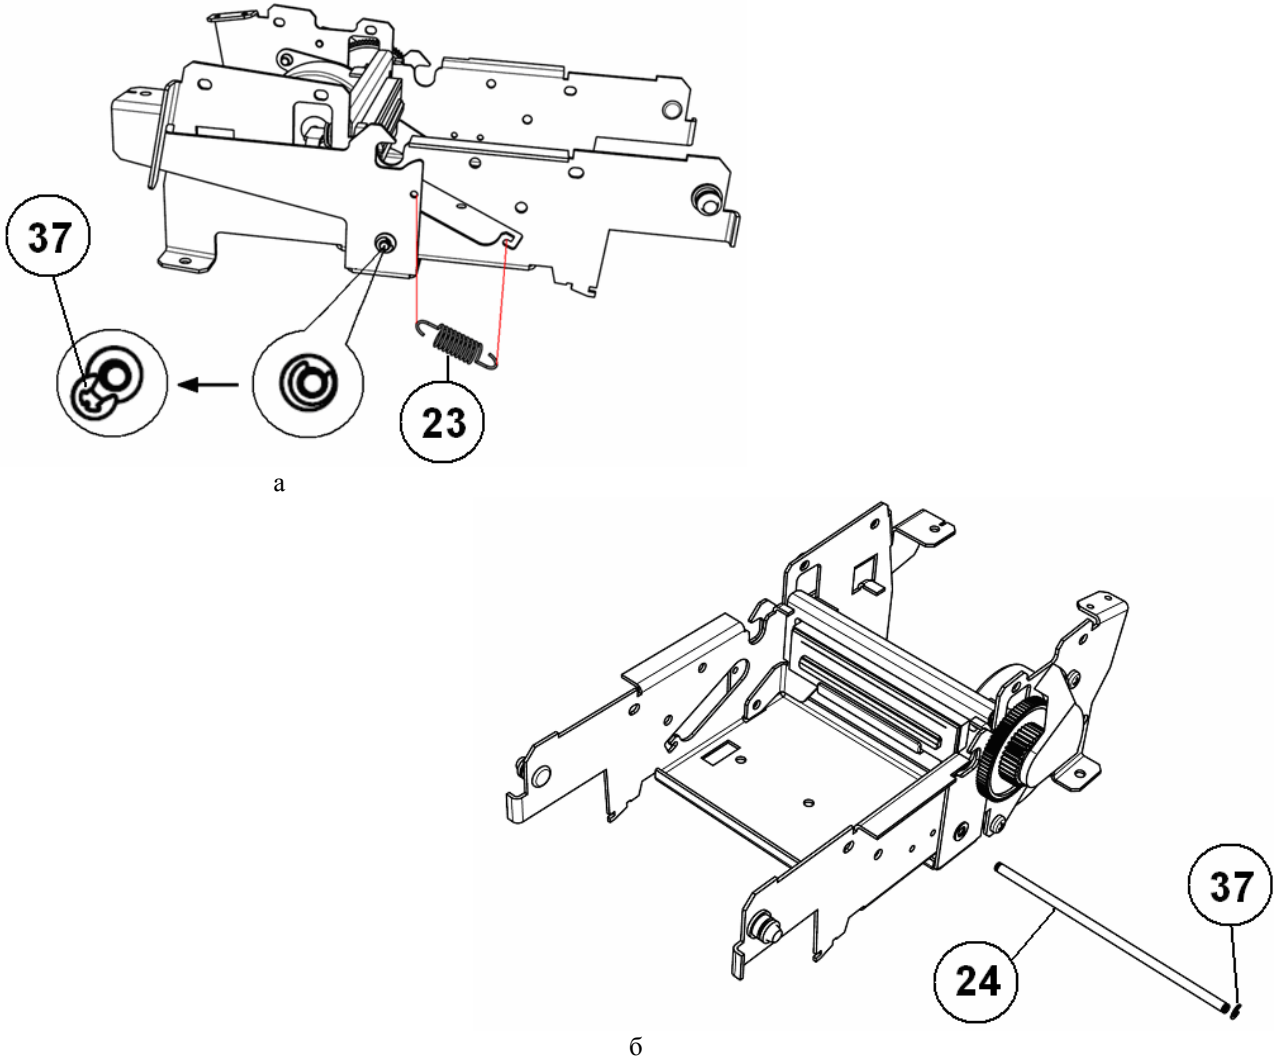

Рисунок 21. – Крепление защелки механизма фиксации/открытия крышки отсека чековой ленты.
- ◆ Снимите пружинную шайбу (см. рис. 21а, поз. 37);
- ◆ Выньте ось защелки крышки чековой ленты (рис. 21б, поз.24);